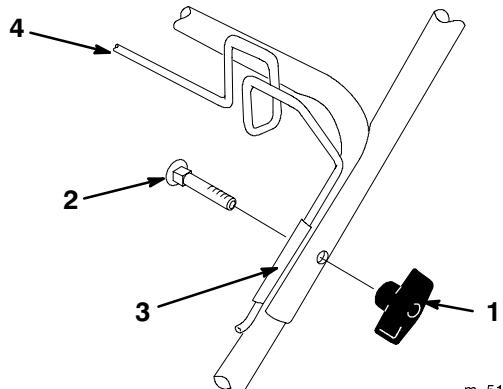

Figure 85
1. Enlevez le bouton et le boulon de fixation des parties inférieure et supérieure du mancheron (Fig. 85).
2. Maintenez un collier à l'intérieur d'un des côtés du mancheron et insérez un boulon dans les trous du collier, depuis l'intérieur du mancheron (Fig. 85).